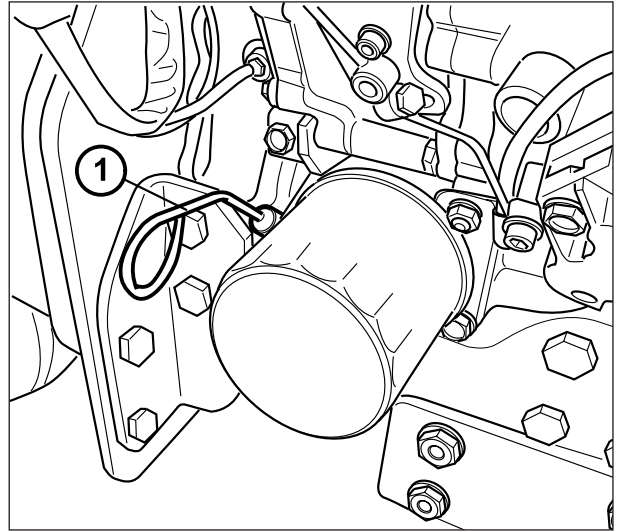
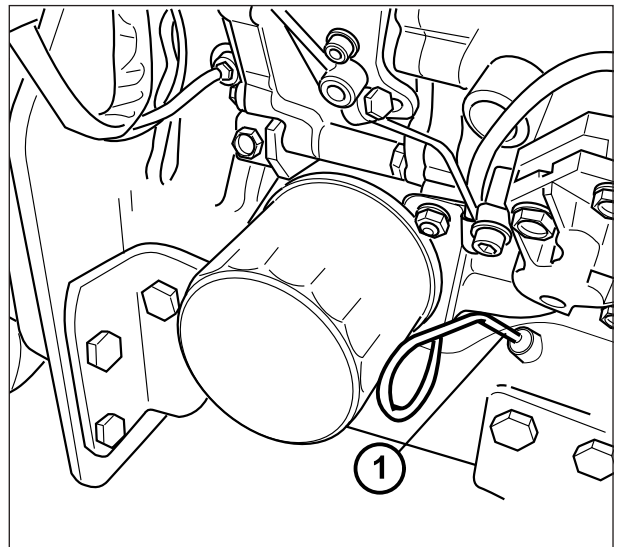

Fig. 87 (9045 - 9055)
Fig. 87a (9030)
#### Nivel aceite cárter motor (Fig. 87 - 88)
- extraer la varilla de control (1 Fig. 87 mod. 9045 - 9055) y (1 Fig. 87a mod. 4630), limpiarla con un trapo y volver a ponerla nuevamente en la abertura;